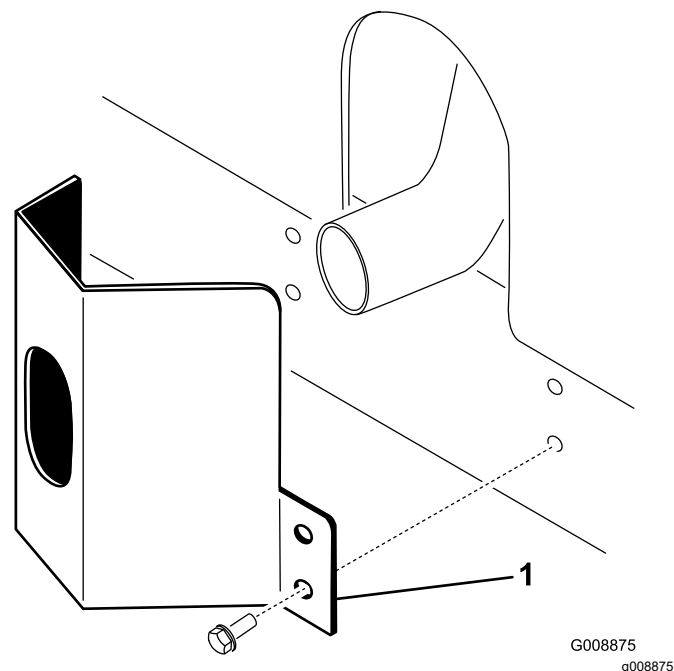

Bild 34
- 2. Befestigen Sie das Auspuffschutzblech mit vier Blechschrauben am Rahmen (Bild 34).
- 1. Positionieren Sie das Auspuffschutzblech um den Schalldämpfer, während Sie gleichzeitig die Befestigungslöcher auf die im Rahmen abstimmen (Bild 34).